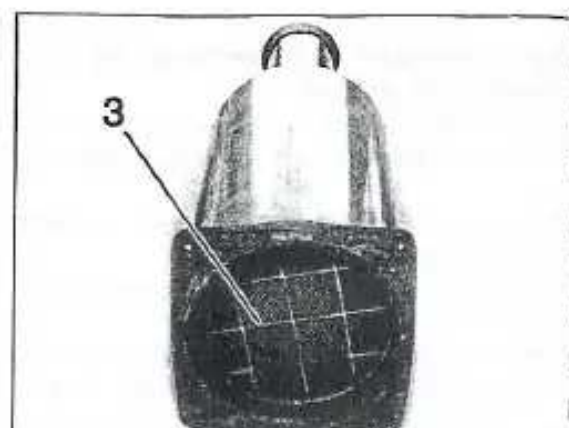

FIGURA 1-17
- Desmontar el cartucho (3) del filtro de partículas (figura 1-17).